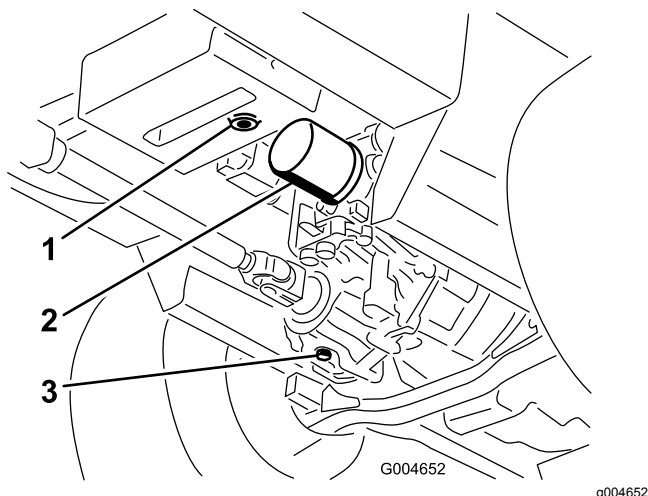

Figure 58
3. Placez un grand bac de vidange sous le réservoir hydraulique et le carter de transmission, et enlevez les bouchons pour vidanger tout le liquide hydraulique (Figure 58).
4. Nettoyez la surface autour du filtre à huile hydraulique et retirez le filtre (Figure 58).